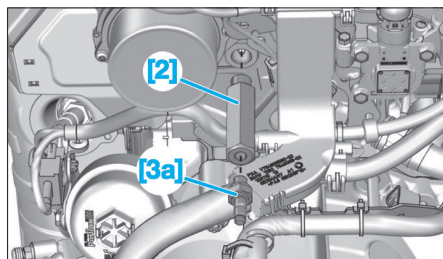

Fig. 39
- Mettre l'outil [2] accompagné du joint du capteur de pression en lieu et place de ce dernier (Fig.39).